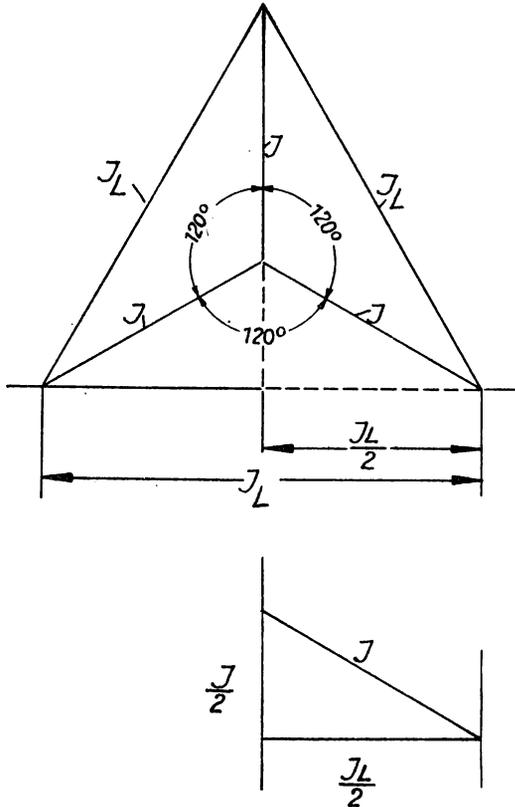

Bild 30 Streckendiagramm der Ströme bei Dreieckschaltung
Anders liegen die Stromverhältnisse. Ohne weiteres erkennen Sie aus **Bild 29 a**, daß der im Außenleiter fließende Strom  $J_L$ , vom Strangstrom  $J$  unterschiedlich sein muß, denn der Außenleiter (R) gehört ja dem Strang I und dem Strang III an. Wie sich die Stromverhältnisse unter Berücksichtigung der Verschiebung der Stränge um  $120^\circ$  gestalten, zeigt das **Bild 30**.
Wir finden im **Bild 30** ein gleichseitiges Dreieck mit den wahllos gewählten Seitenlängen von 6 cm.
Aus Bild 30 unten folgt